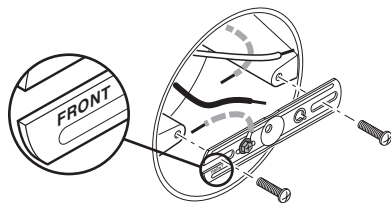

Figure 1
2. Installez le support de montage de sorte que le mot « FRONT » soit à l'opposé de la boîte de jonction (voir la Figure 1). Utilisez les vis du support de montage qui conviennent le mieux à la boîte de jonction.